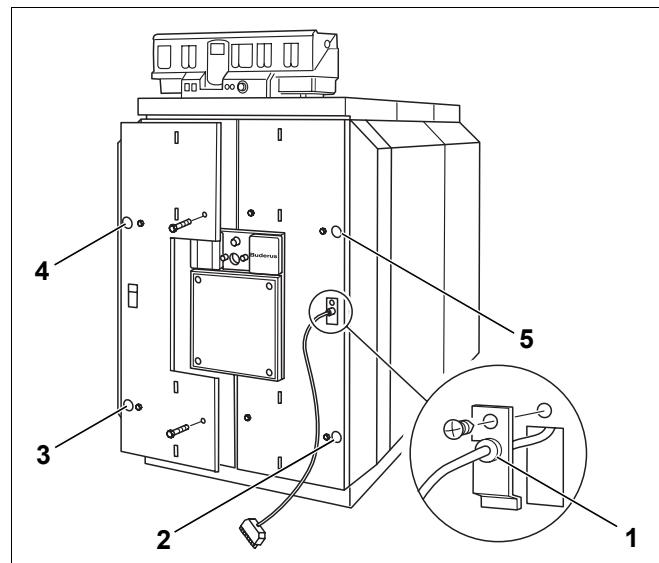

Fig. 57 Montaggio del rivestimento della porta del bruciatore
- ▶ Agganciare il cavo del bruciatore nel passaggio cavi col fermo antiritrazione (fig. 57, [1]).
- ▶ Applicare il rivestimento della porta del bruciatore dal davanti sulla porta del bruciatore e avvitarlo con quattro bulloni (fig. 57, da [2] a [5]).